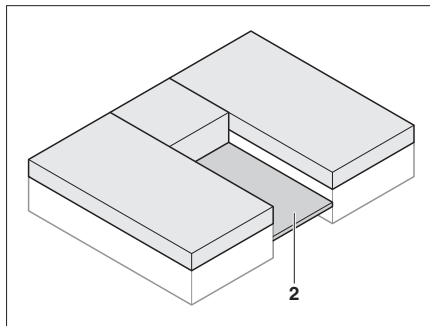

Fig. 76 Déployer le sommier à lattes
- Déployer le sommier à lattes (Fig. 76,2) entre les lits simples.